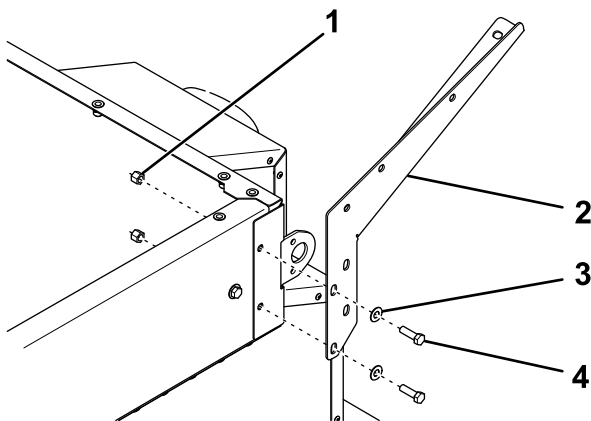

**Figure 1**
2. Retirez et mettez au rebut les fixations de chaque plaque d'angle de la trémie (Figure 1).